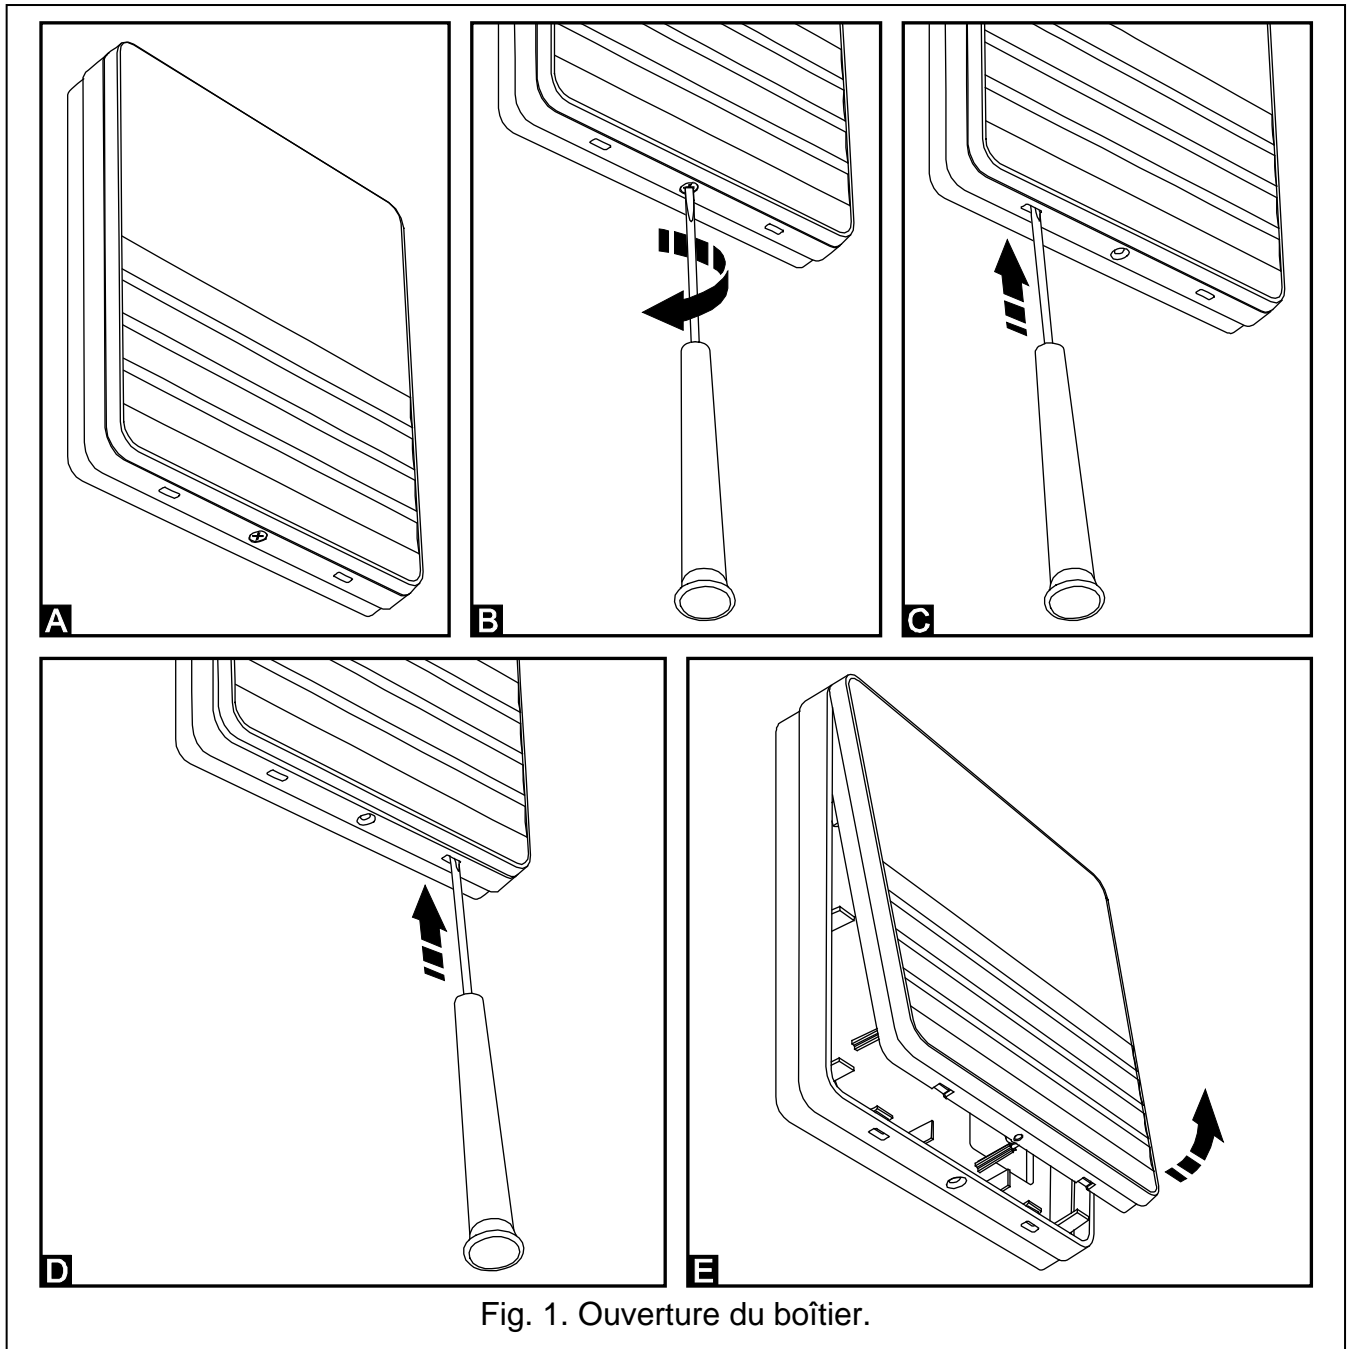

Fig. 1. Ouverture du boîtier.
1. Ouvrez le boîtier du clavier (voir: fig. 1).